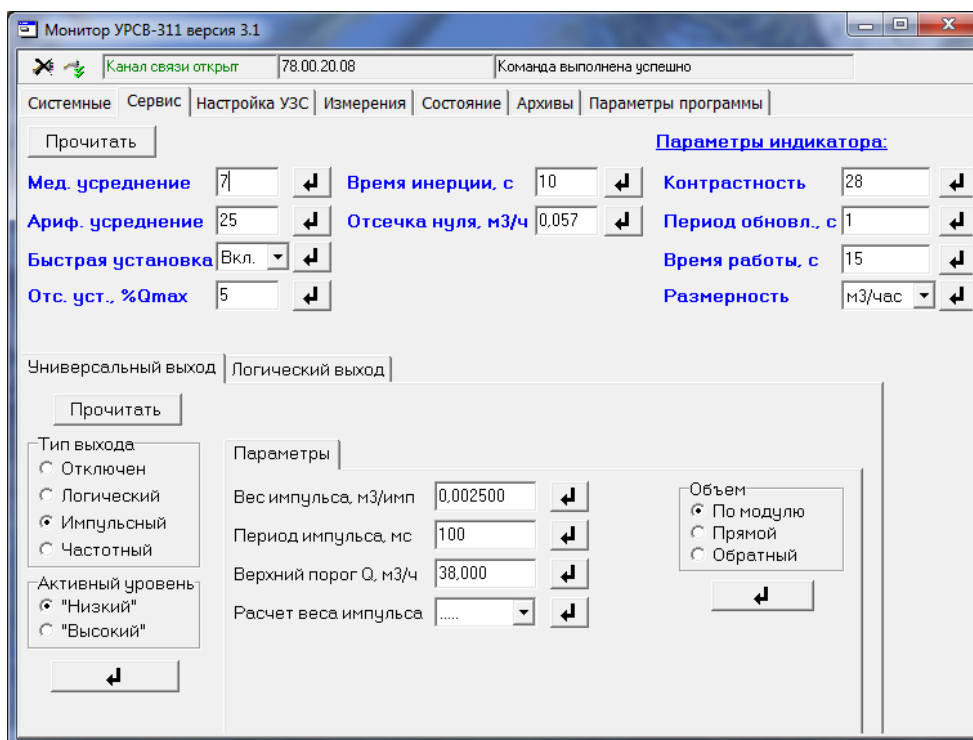

Рис.9. Окно «Сервис» программы «Монитор УРСВ-311».
4.1.3. Кликните мышкой по вкладке «**Сервис**» и нажмите кнопки «**Прочитать**». Окно программы примет вид (рис.9):